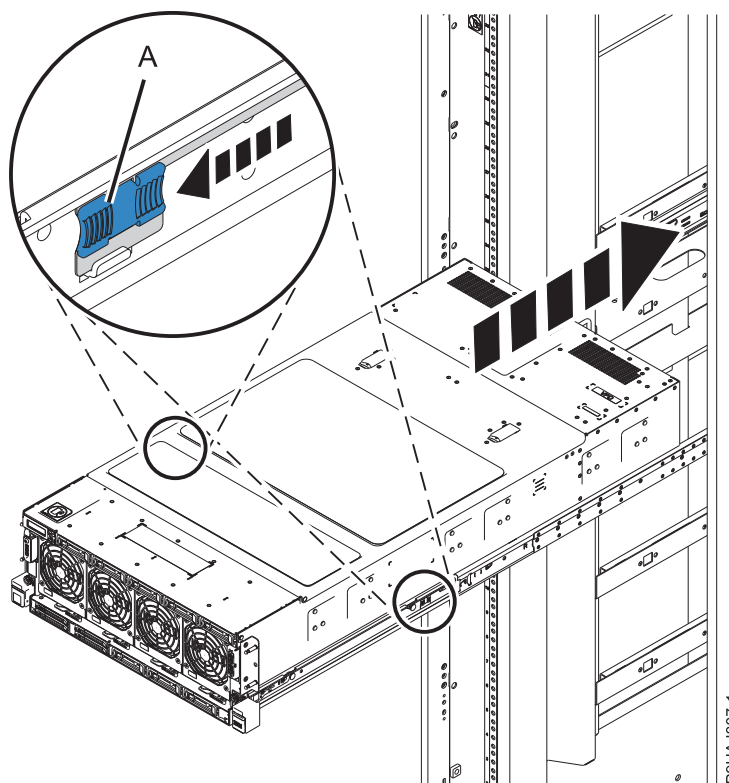

Figure 17. Libération des loquets au milieu des glissières et insertion du système dans l'armoire
1. Relâchez les loquets au milieu des glissières A) et insérez le système à moitié dans l'armoire, comme illustré à la figure 17.
3. Relâchez à nouveau les loquets au milieu des glissières (A) et insérez complètement le système dans l'armoire, comme illustré à la figure 17.